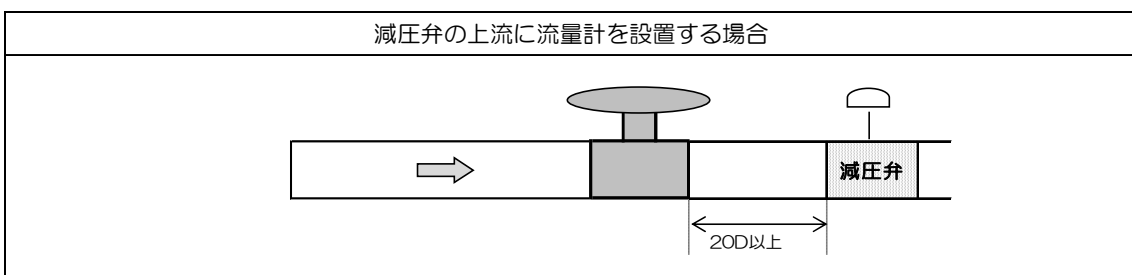

図 3-2 推奨直管部長さ 2 (D : 口径)
3) 減圧弁や流量調整バルブの近傍へ流量計を設置する場合は配管内部に超音波ノイズが発生する場合があります、以下の図 3-2 で示すような「必要直管長 L」を厳守してください。